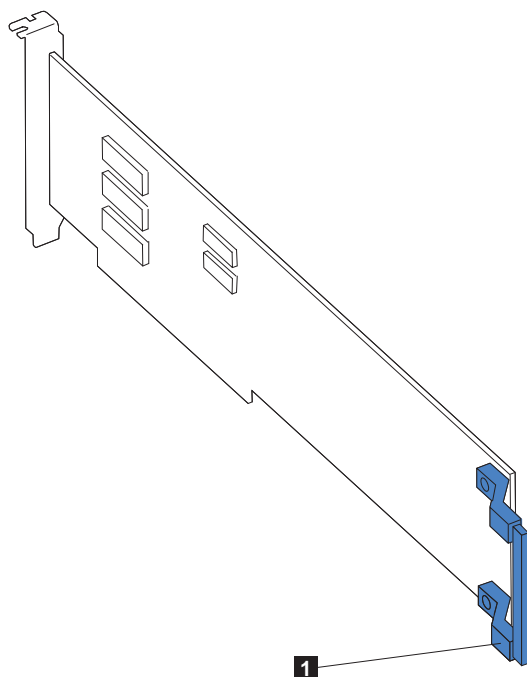

Figura 42. Localização da guia da placa em uma placa de comprimento normal
- a. Se você estiver instalando uma placa de comprimento normal, remova a guia da placa (se houver alguma) da extremidade da placa (consulte a Figura 42).